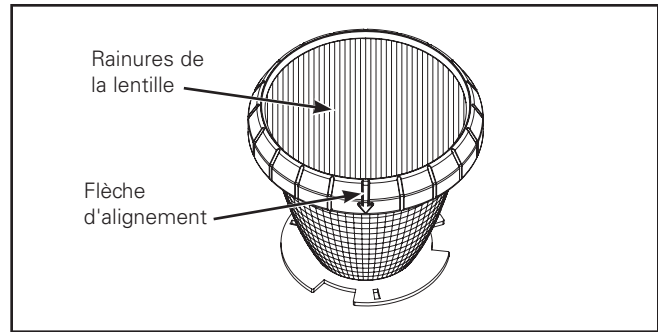

Figure 8.
2. Si vous utilisez un support directionnel comme la lentille à diffusion linéaire (facultatif), alignez les rainures de la lentille avec la flèche d'alignement du support (Figure 8).